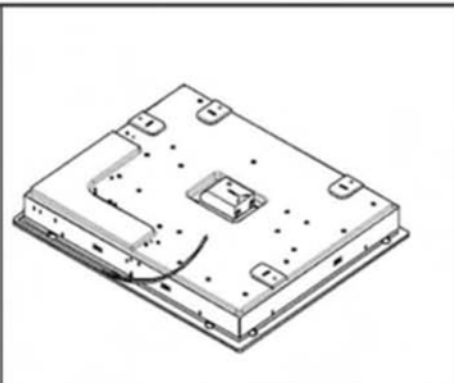

рис. 9
1. Переверните варочную поверхность. Достаньте изоляционные полосы. Расположите изоляционные полосы по краю варочной поверхности так, чтобы они образовали замкнутый периметр (рис. 9). Следите за тем, чтобы полосы соединялись друг с другом (в стык), не накладываясь друг на друга.
2. Приклейте полосы изоляции к варочной поверхности, равномерно нажимая пальцами по всему периметру укладки полос (рис. 9).